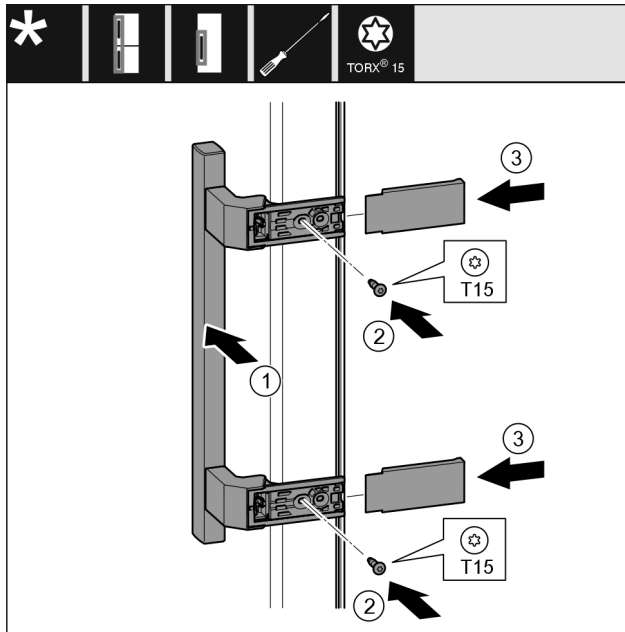

Fig. 22
- ▶ Griff Fig. 22 (1) auf der Gegenseite ansetzen.
- ▶ Schrauben Fig. 22 (2) mit Schraubendreher festschrauben.
- ▶ Abdeckungen Fig. 22 (3) seitlich ansetzen und aufschieben.